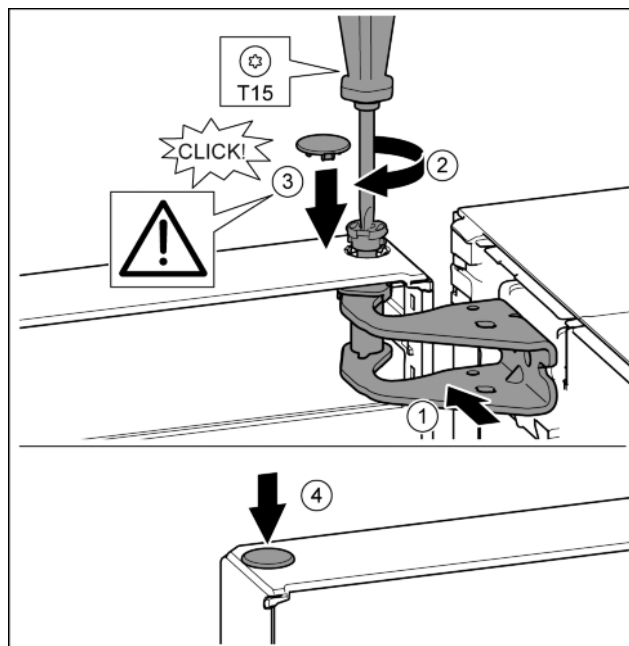

Fig. 17
- ▶ Dveře nahoře vyrovnějte s otvorem ve stojanu ložiska. Fig. 17 (1)
- ▶ Vložte čep a pevně jej utáhněte šroubovákem T15. Fig. 17 (2)
- ▶ K zajištění dveří namontujte bezpečnostní kryt: Bezpečnostní kryt nasad'te a zkontrolujte, zda přiléhá na dveře. V opačném případě čep zcela zasuňte. Fig. 17 (3)
- ▶ Vložte zátku. Fig. 17 (4)